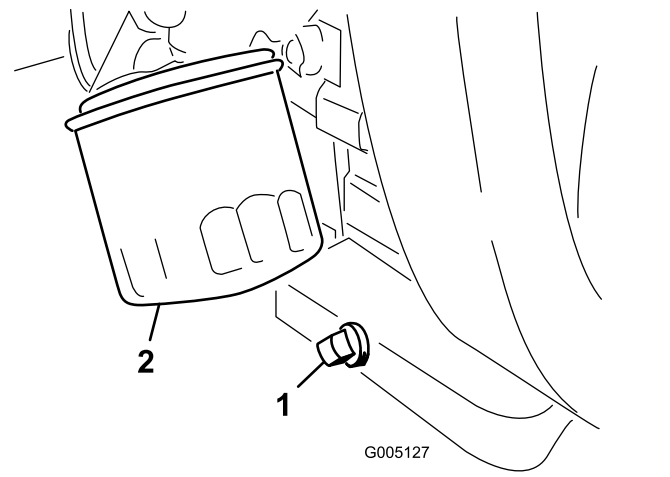

Figura 43
- Retire el tapón de vaciado (Figura 43) y deje fluir el aceite a un recipiente apropiado.
- Limpié las roscas del tapón de vaciado, aplique sellador de PTFE, e instale el tapón de vaciado (Figura 43).
- Retire el filtro de aceite (Figura 43).